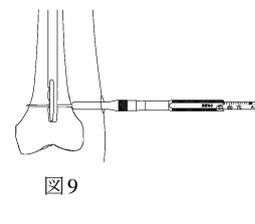

図9
- 5) ロング用ロック用デプスゲージの先端フックを内側皮質に引っ掛け、スクリュー長を計測します。(図9)